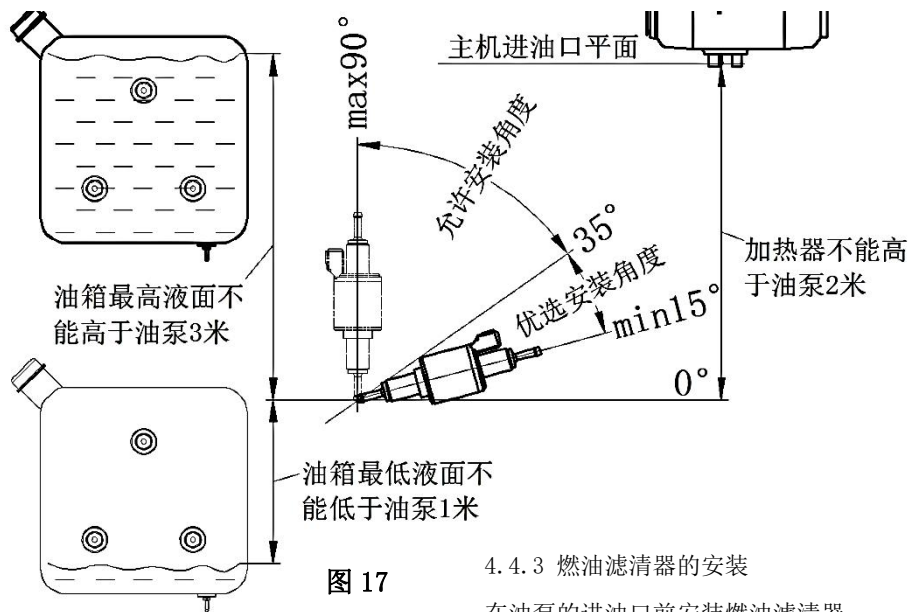

图 17
4. 4. 1 油泵应使用油泵固定卡套 (橡胶) 来固定。油泵出油口应向向上倾斜, 其安装角度在 $15^\circ\sim 35^\circ$ 范围内选定 (如图 17)。条件允许时, 从油泵到加热器主机间的油管应逐渐上升。